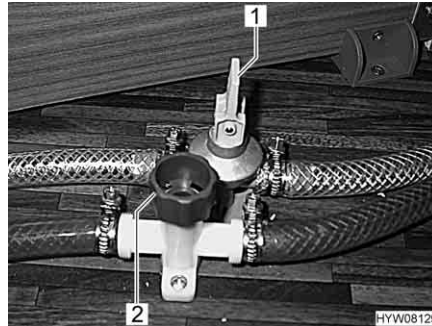

Fig. 158 Rubinetti di scarico
- Chiudere tutti i rubinetti di scarico per il boiler. Posizionare la leva a bilanciere (Fig. 158,1) orizzontalmente o ruotare il tappo (Fig. 158,2) in senso orario.
- Aprire tutti i rubinetti di scarico per il boiler. Posizionare la leva a bilanciere (Fig. 158,1) verticalmente o ruotare il tappo (Fig. 158,2) in senso antiorario.